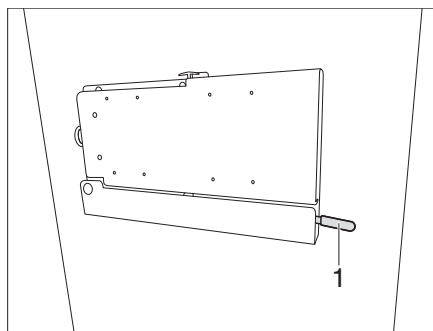

Bild 127 Halterung mit Gelenkarm (Variante 3)
- Hebel (Bild 127,1) nach unten drücken.
- Hebel (Bild 127,1) zur Arretierung wieder nach oben schieben.